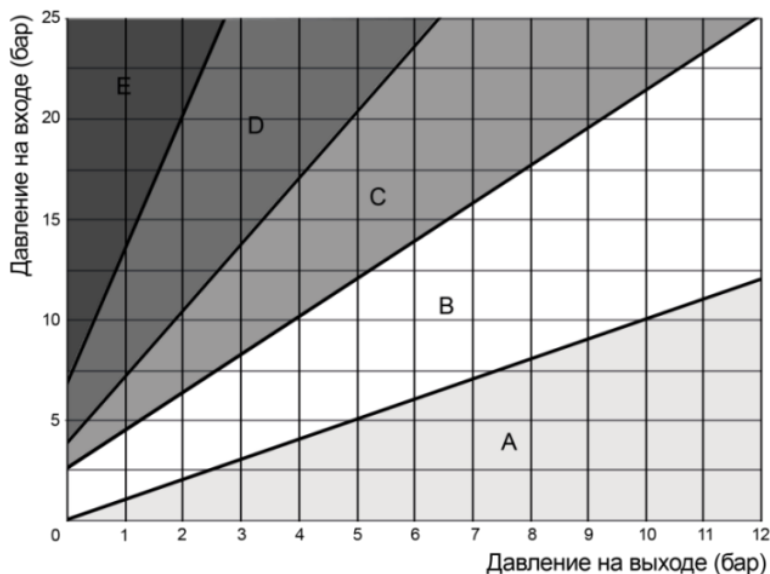

Рисунок 6 - Диаграмма кавитаций
8.4. При расчёте, подборе и настройке РД очень важно учитывать условия возникновения кавитации, прежде всего, для предотвращения повреждения трубопроводов и оборудования или, как минимум, возникновения шумов и вибраций. Для этого рекомендуется руководствоваться диаграммой кавитаций (рис.6).